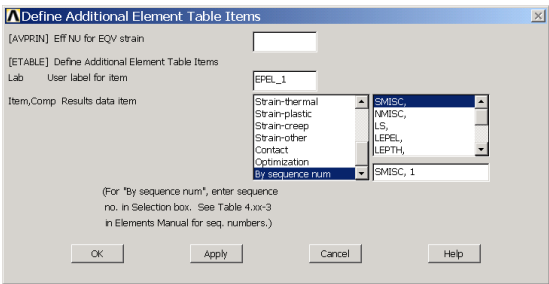

图6.27 按序号定义单元表
(1) 单击 Main Menu>General Postproc>Element Table>Define Table 菜单，弹出【Element Table Data】对话框。
(2) 单击 **Add...** 按钮，接着弹出【Define Additional Element Table Items】对话框。选择左侧列表框中选择【By sequence num】，并在右侧列表框中选择【SMISC】，然后在下面的文本框中输入【SMISC, 1】，单击【OK】按钮即可。如图 6.27 所示。